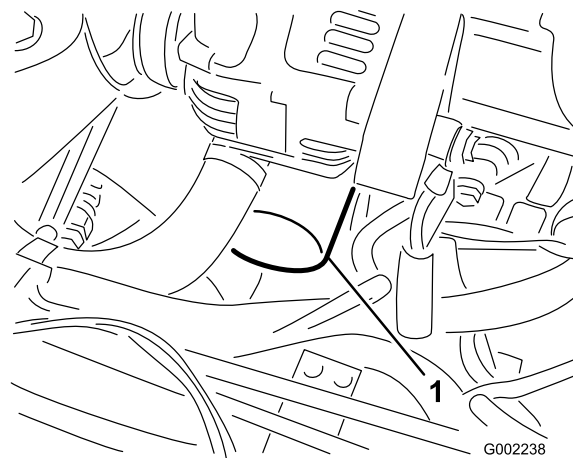

Figura 42
10. Coloque o filtro de substituição no adaptador do filtro. Rode o filtro de óleo no sentido dos ponteiros do relógio até que a junta de borracha toque no adaptador do filtro e, em seguida, aperte o filtro mais 1/2 volta (Figura 42).